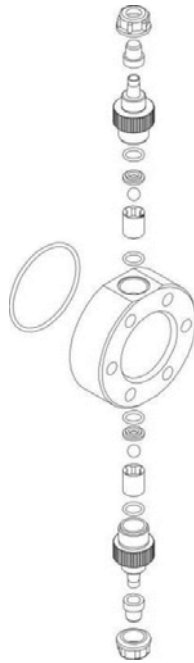

Fig. 9
3. **Eliminare dal corpo pompa tutto il liquido presente, smontando e rimontando il corpo pompa utilizzando le quattro viti di fissaggio (Fig. 9).**
3. Eliminare dal corpo pompa tutto il liquido presente, smontando e rimontando il corpo pompa utilizzando le quattro viti di fissaggio (Fig. 9).
2. Controllare almeno ogni 6 mesi il funzionamento della pompa, la tenuta delle viti e delle guarnizioni, per liquidi particolarmente aggressivi effettuare controlli anche più frequenti, controllare in particolare la concentrazione dell'additivo nell'impianto; una riduzione di tale concentrazione potrebbe essere determinata dalla usura delle valvole (che in tal caso vanno sostituite facendo attenzione nel rimontarle come in Fig. 9) o dall'intasamento del filtro che va pulito come al successivo punto 3.
Per effettuare questa operazione, se l'apparecchiatura non è fissata all'impianto si può farla pulsare per pochi secondi (15-30) tenendola capovolta e senza tubetti collegati ai raccordi, se ciò è impossibile smontare e rimontare il corpo pompa (Fig. 9), utilizzando le quattro viti di fissaggio.